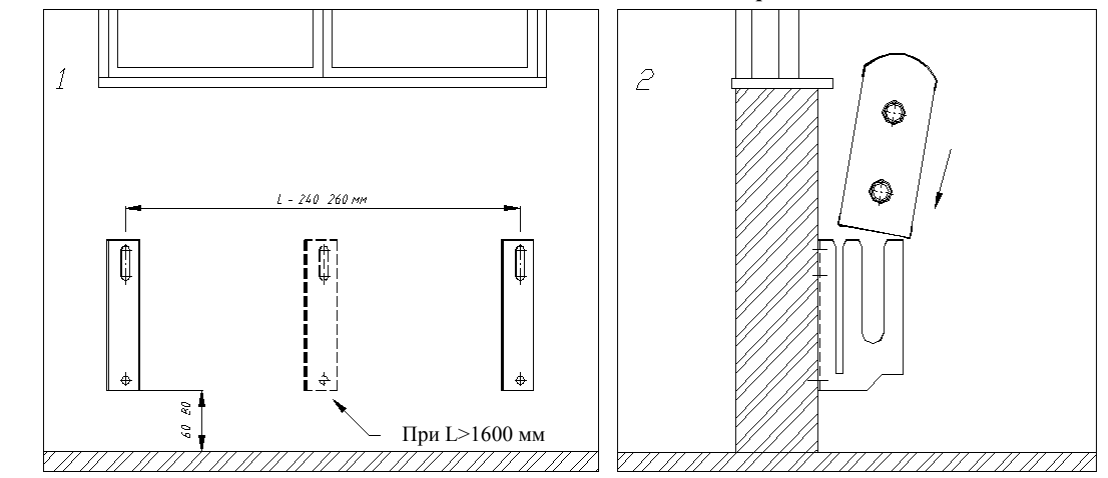

Рис. 5
- 4.5. Навесить конвектор на кронштейны (см. рис.5).